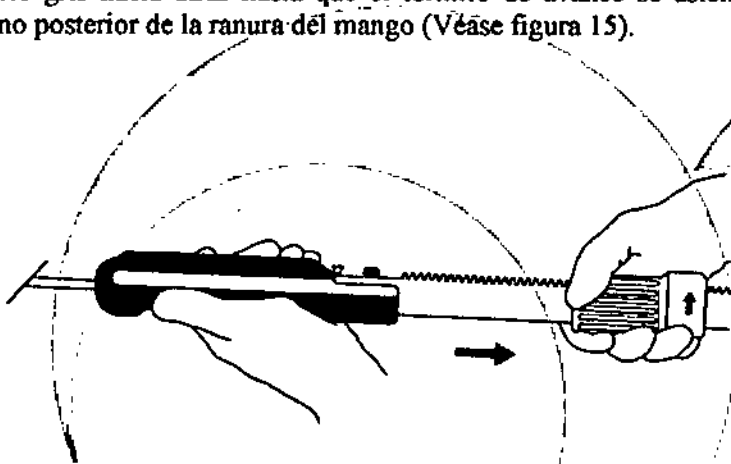

Figura 15. Retraer completamente la vaina introductora.
- Liberar el lado ipsilateral de la endoprótesis bifurcada moviendo el botón giratorio gris hacia atrás hasta que el tornillo de avance se asiente contra el extremo posterior de la ranura del mango (Véase figura 15).
- Para quitar la vaina del sistema de liberación Navitel, comprobar que el tornillo de avance esté completamente retraído tirando del botón giratorio gris hasta llegar al extremo posterior del sistema de liberación, de tal manera que el tornillo de avance quede contra el extremo de la ranura del mango. La situación del botón giratorio gris en relación al tornillo de avance no es crucial (Véase figura 15).
- Aflojar y retirar el tornillo de mano, situado en la parte trasera de la empuñadura fija negra (Véase figura 15).